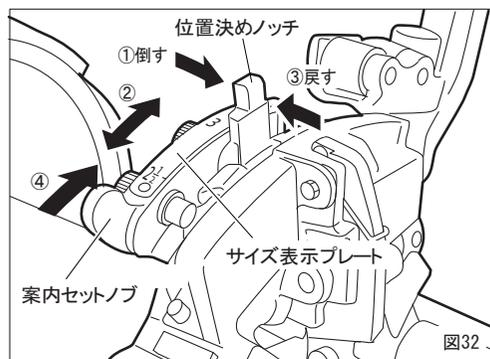
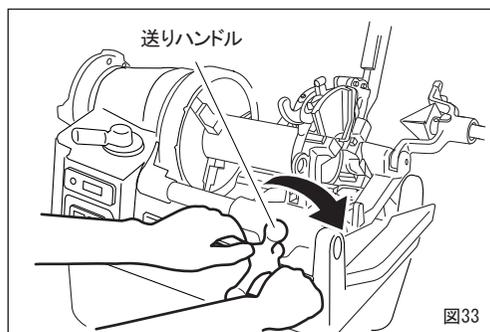

図32
図33
- ①希望するサイズにセットされているか確認してください。サイズ変更をする場合 (図32)
1. 位置決めノッチを図32の矢印①の方向に倒す。
3. 位置決めノッチを矢印③の方向に倒しながら、ノッチの溝に位置決めピンをはめ込む。
- ②案内セットノブを矢印④の方向に押し上げて、ダイヘッドをセットの位置にしてください。スイッチを入れると、オイルはダイヘッドから自動的に注油されます。
- ③送りハンドルを時計方向に回して、パイプにダイヘッドを押しつけ、チェーザを食い付かせてください。(図33)
- ④ねじが3～4山切れればあとは自動的にねじが切れ、ねじが規定の長さになると、切上げレバーによりチェーザが自動的に開きます。
- ⑤送りハンドルを反時計方向へ回してダイヘッドをパイプから離します。